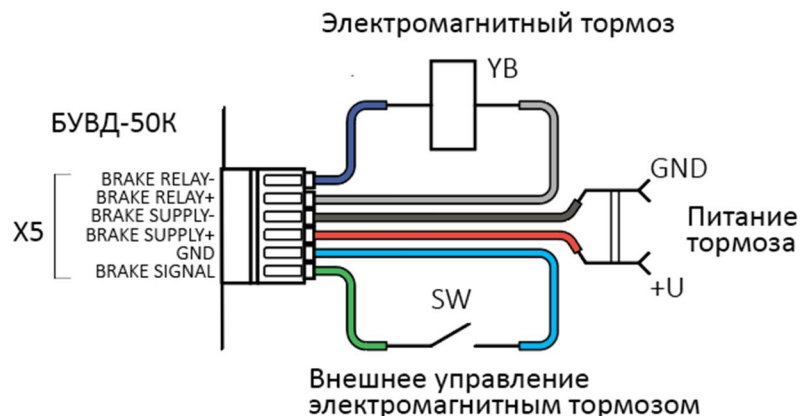

Рис.6. Подключение электромагнитного тормоза
5. При необходимости подключить электромагнитный тормоз двигателя к клеммам в группе X5 (см. раздел 4.7 и рис. 6).